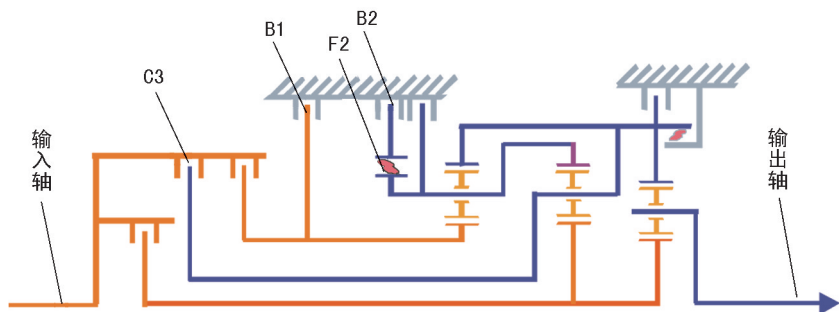

图 2-4-12 D5 档传动原理
(1) 第一套动力 离合器 C3 接合，中排行星架、前排齿圈、后排齿圈同时顺转，动力只能从前排齿圈输入，因为 B1 制动了前排太阳轮，前排行星架减速向中排齿圈输出，中排齿圈再驱动中排太阳轮反转（超速）。因为中后排是公共太阳轮，所以后排太阳轮也反转与后排行星轮外啮合，行星轮顺转并将动力传给行星架。
(2) 第二套动力 离合器 C3 接合，由于前齿圈、中排行星架、后齿圈都是连接在一起的，所以后排齿圈在顺转输入。5 档为后排齿圈和后排太阳轮共同输入（太阳轮超速），行星架输出。D5 档传动原理如图 2-4-12 所示。